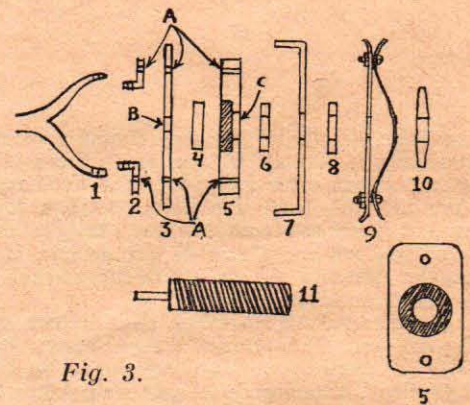
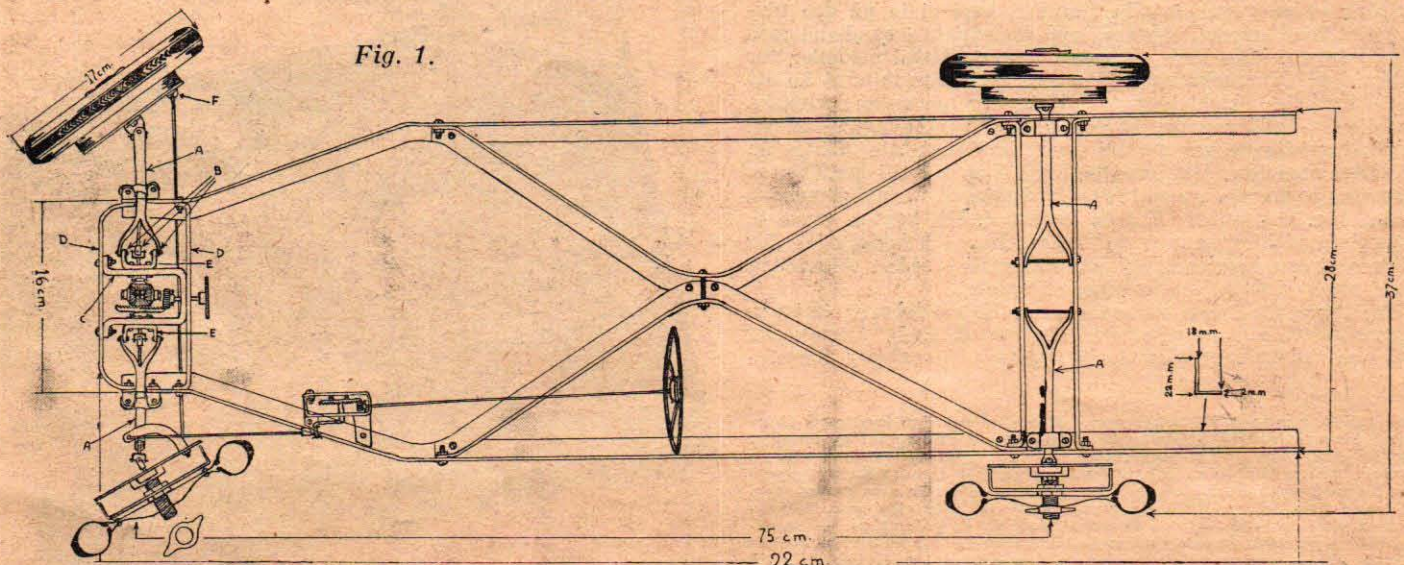

Fig. 3.
Fig. 1.
Först bygges ramen med sitt kryss och sina tvärbalkar, samt skruvas ihop som på fig. 1. Tvärbalkarna D bör vara ungefär dubbelt så höga som rambalkarna, så att "kardanen" C, som fastskruvas i D, kommer att sitta högre än rambalkarna från marken räknat. Detta för att de ledade axlarna A ska kunna gå vågrätt ut ifrån fästena E, som i sin tur sitter fastsatta på kardanen C. I den främre tvärbalken får man sedan göra en urholkning som C på fig. 2. De ledade fram- och bakaxlarna A på fig. 1, är gjorda av kopparrör, som uppsågats i båda ändar och utböjts till gafflar. Viktigt är att lederna och polhemsknuten B på fig. 1 går i rak linje, så att icke brytning uppstår när framaxlarna A fjädrar. Samma förhållande är det med fäs-
På fig. 3 synes: 1 framaxeln, 2 vinkeljärn, 3 en rund kraftig skiva, 4 kullagret. Del 5 ska vara någon mm tjockare än lagret 4, och borrar upp som det streckade fältet, vari kullagret sedan placeras. Därefter skruvas delarna 2, 3 och 5 ihop med två bultar genom hålen A, så att lagret 4 alltså tvingas fast mellan 3 och 5. Den gängade tappens
(11) smala del trädes genom lagret 4. På denna sättes sedan polhemsknuten A på fig. 2. Hålet B på del 3 och fig. 3 ska vara så stort att tappens (eller axeln) ledigt kan rotera däri. Likaledes ska hålet C på del 5 vara så stort, att den gängade delen av 11 fritt kan rotera, Muttern 6 skruvas på så långt som möjligt utan att vidröra del 5, varpå bromstrumman 7 trädes på och låses med muttern 8. Bromstrummorna är vanliga
Fig. 5 visar bakhjulets upphängning och fjädring. A är en klammer, som sitter om bakaxeln och tjänstgör som fäste för fjädern. Dessa göres av pianotråd (på denna vagn av 0,5 mm tjocklek). För övrigt tillämpas samma system som på framhjulen, med undantag av att vinkeljärnen 2 på fig. 3 utelämnas, och axelns (1) båda ben böjs utåt och skruvas ihop direkt med delarna 3 och 5. Även hålet B på del 3 är överflödigt, då del 11:s smala bit endast behöver vara lika lång som kullagret 4 är tjockt.
Högra fästet F för parallellstaget på fig. 1, är ett vinkeljärn av samma typ som 2 på fig. 3, medan stagets vänstra ända placeras i hålet B på detaljen på